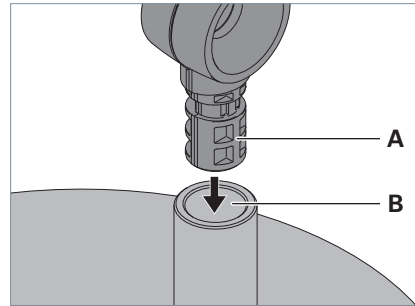

Fig. 2: Monter le luminaire sur le pied.
- ▶ Introduisez le tourillon **A** situé sur la tige du luminaire dans l'orifice **B** du pied, voir Fig. 2.